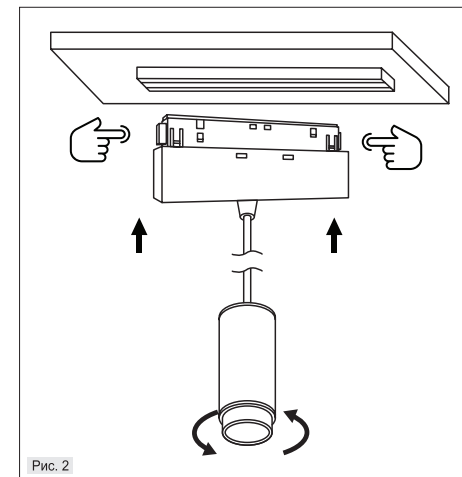

Рис. 2
- В зависимости от модели светильника установите нужный угол рассеяния (для модели WML-03), или направление освещения (для моделей WML-01,02,04). (Рис. 2)